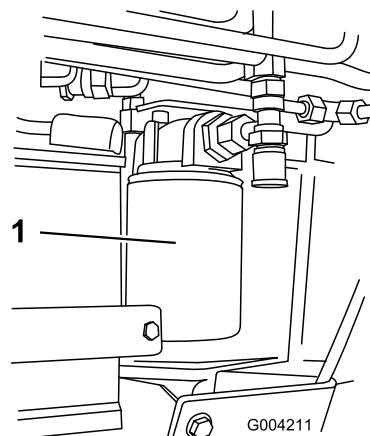

Рисунок 55
4. Поместите под крышку сливной поддон (Рисунок 55).
5. Снимите старый фильтр (Рисунок 55) и на чисто протрите поверхность прокладки адаптера фильтра.
7. Установите новый гидравлический фильтр в адаптер фильтра (Рисунок 55). Поверните гидравлический фильтр по часовой стрелке, пока резиновая прокладка не соприкоснется с адаптером фильтра, после этого затяните фильтр, повернув его еще на 3/4 оборота.